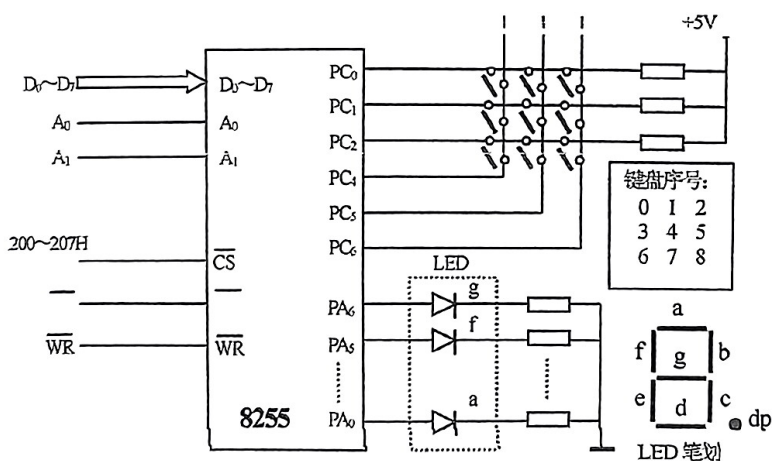

图 8.23 键盘和 LED 显示器接口
8.10 有如图 8.23 所示的键盘电路, 试编写 8255 初始化程序和键值读取程序, 并将键值序号在 LED 七段数码管显示出来。